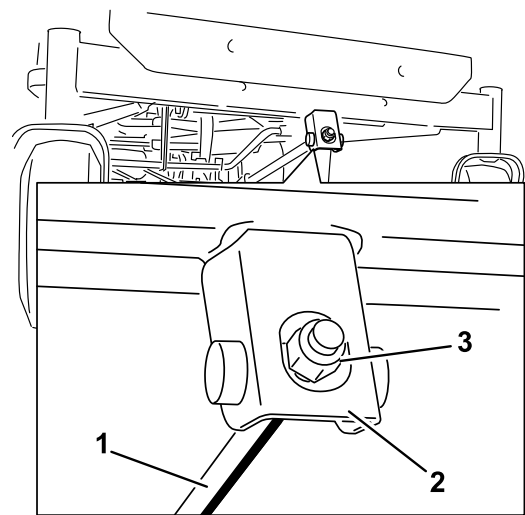

Figura 73
6. Para ajustar la inclinación longitudinal, gire la tuerca de ajuste de la parte delantera del cortacésped (Figura 73).